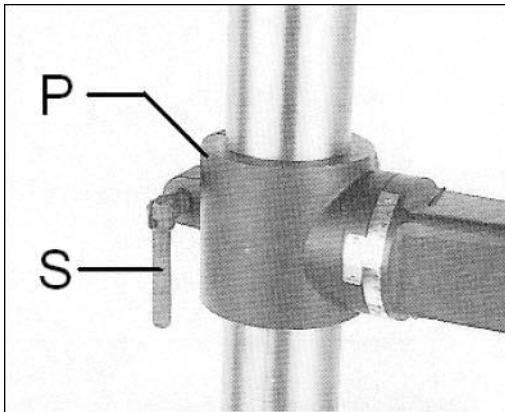

Fig. 4
Den Klemmgriff (S, Fig 4) in den Säulenflansch (P) einschrauben.